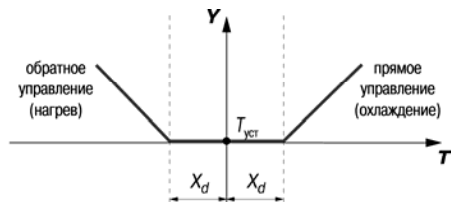

Рис. 6
При прямом управлении значение выходного сигнала регулятора увеличивается с увеличением измеряемой величины (рис. 6). При обратном управлении значение выходного сигнала регулятора уменьшается с увеличением измеряемой величины. Например, в системе нагрева по мере роста температуры значение выходного сигнала уменьшается, этот процесс имеет обратное управление.
Для исключения излишних срабатываний регулятора при небольшом значении рассогласования E_1 для вычисления Y_1 по формуле (1) используется уточненное значение E_p , вычисленное в соответствии с условиями: если $|E_1| \leq X_D$, то $E_p = 0$; если $E_1 > X_D$, то $E_p = E_1 - X_D$; если $E_1 < -X_D$, то $E_p = E_1 + X_D$, где X_D – зона нечувствительности (см. рис. 6).